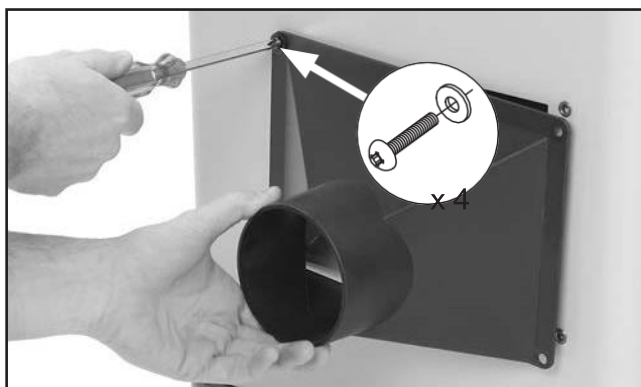

Рис.11 Установка патрубка пылеудаления.
14. Прикрепите патрубок пылеудаления к корпусу с помощью предварительно установленных крестообразных винтов и шайб, как показано на Рис. 11.